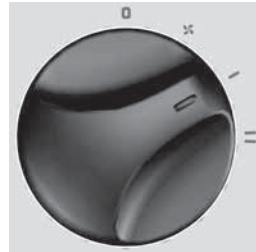

fig. 4
- Zur Aktivierung der Funktion MINDESTLEISTUNG drehen Sie den Knopf "C" (Abb. 1) so, dass der Bezug "I" mit dem Symbol "I" auf der Bedienkonsole (Abb. 4) zentriert ist.
- Para activar la función POTENCIA MÍNIMA, gire la manija "C" (fig. 1) de tal forma que la referencia "I" quede alineada con el símbolo "I", presente en el panel de mandos (fig. 4).